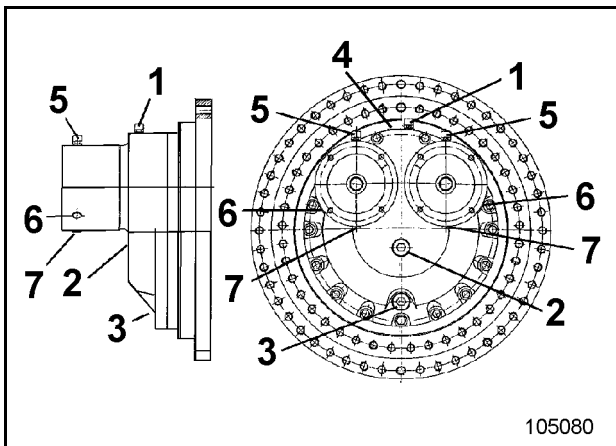

Fig. 3-135:
- Verschlusschraube (7, Fig. 3-135:) herausdrehen und Öl vollständig ablassen.
- Entlüftungsfiler (1 und 5, Fig. 3-135:) herausdrehen und in Waschbenzin oder Petroleum reinigen.